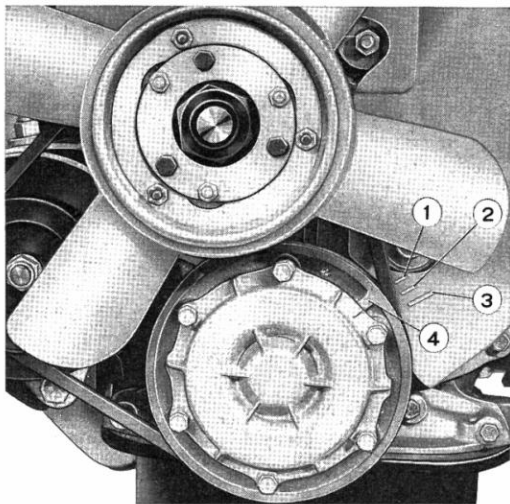

**Abb. 83. - Zündverteiler am Motor.**
- Dann wird der Verteiler mit dem Bügel (3, Abb. 83) festgeklemt und mittels der Befestigungsmutter (2) festgeschraubt.